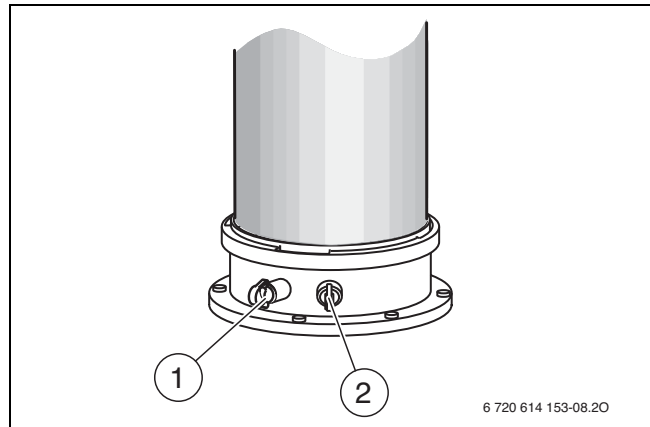

Bild 40 Abgasmessstutzen und Verbrennungsluft-Messstutzen
- ▶ Stopfen am Verbrennungsluft-Messstutzen (→ Bild 40, [2]) entfernen.